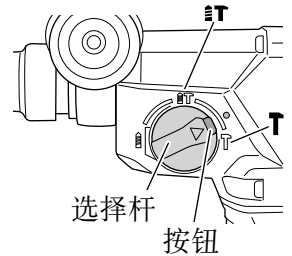
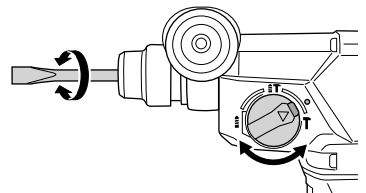

图 28
图 29
- (1) 安装尖钻或冷镗。
- (2) 按下按钮，并将选择杆调整至 **T** 记号和 **T** 记号的中间 (图 28)。旋转被释放，转动冷镗并将其调整到所需方向 (图 29)。